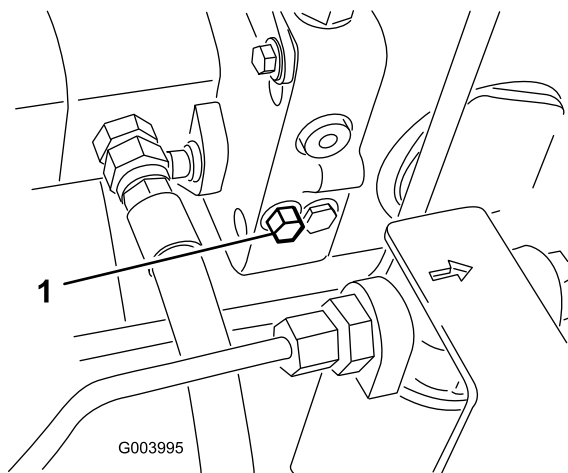

図 26
1. バイパスバルブはハイドロスタットの左側にある 図 26。バイパスバルブを右または左に 1.5 回転させると内部でバイパスが形成される。これにより、トランスミッションを破損することなく、機械を押して低速で移動できるようになる。